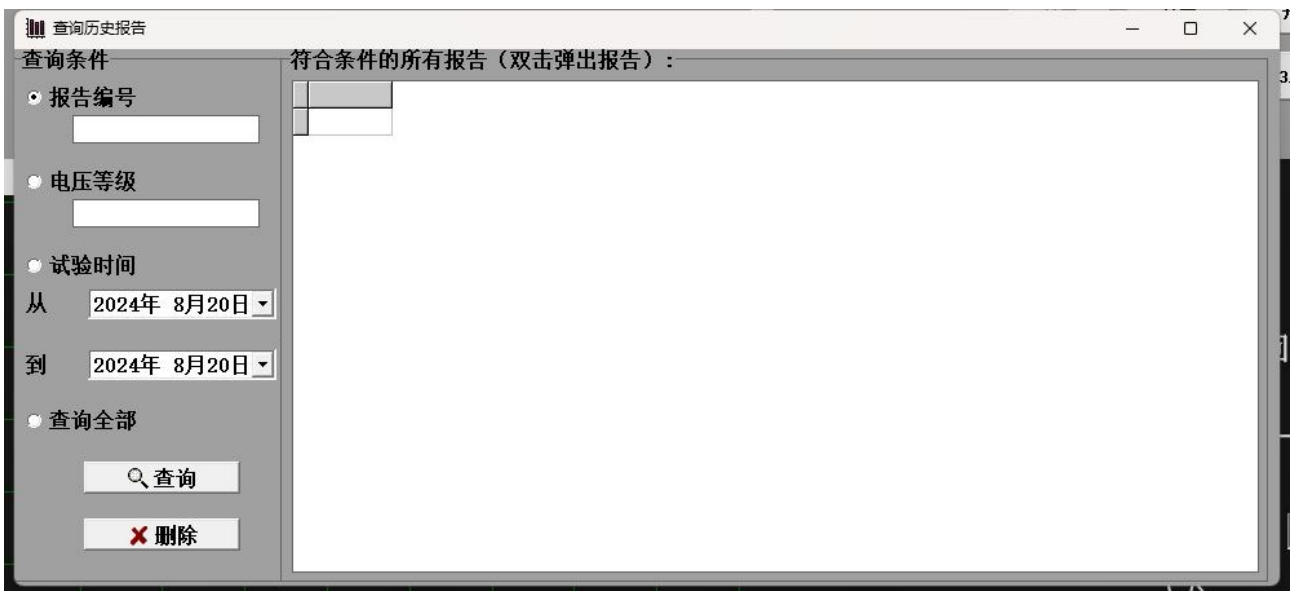

图 10
1. 试验结束后系统自动保存试验数据并生成报告，点击图 9 的报告查询按钮，系统自动弹出所有试验的报告记录，如图 10。